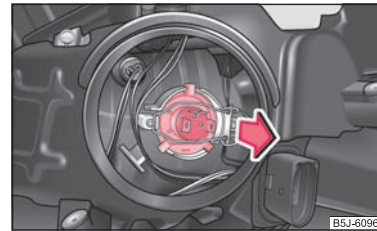

Abb. 165 Ausbau der Glühlampe für Abblend- und Fernlicht
- Ziehen Sie den Stecker von der Lampe ab, entriegeln den Federdrahtbügel und ziehen die Lampe nach hinten heraus ⇒ Abb. 165.